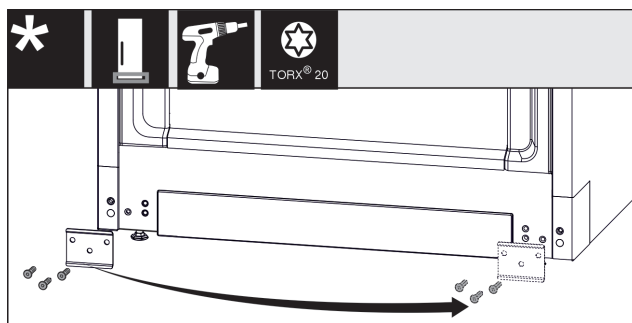

Fig. 19
- ▶ Odvrnite lim Fig. 19 (1), premjestite ga na drugu stranu i ponovno pričvrstite.